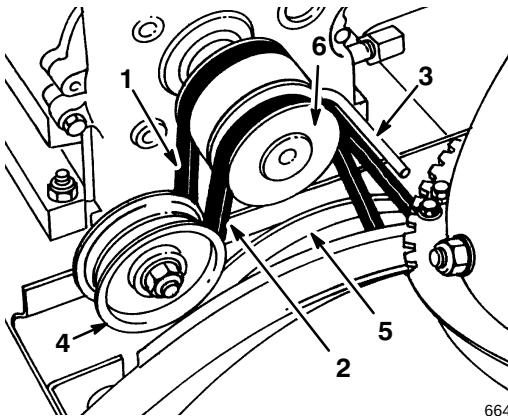

Abbildung 25
3. Die Riemenführung lösen (Abb. 25).
4. Den Antriebsriemen für Spindel-/Gebläserad von der Motorscheibe und der großen Spindel-/Gebläseradscheibe abnehmen (Abb. 25).
5. Einen neuen Riemen über der großen Spindel-/Gebläseradscheibe anbringen (Abb. 25).
6. Den Riemen über die Motorscheibe legen. Dabei darauf achten, daß sich der Riemen an der Innenseite von Führungsrolle und Riemenführung befindet (Abb. 25).
4. Den Antriebsriemen für Spindel/Gebläserad von der Motorscheibe und der großen Spindel-/Gebläseradscheibe abnehmen (Abb. 25).
9. Die Riemenführung lösen (Abb. 25).
10. Den Radantriebsriemen von der Motorscheibe und der großen Radantriebsscheibe entfernen (Abb. 25).
12. Den Riemen über die Motorscheibe legen. Dabei darauf achten, daß sich der Riemen an der Innenseite der Riemenführung befindet (Abb. 25).
17. Den Antriebsriemen für Spindel-/Gebläserad an der großen Spindel-/Gebläseradscheibe und an der Motorrolle anbringen. Dabei darauf achten, daß sich der Riemen an der Innenseite von Führungsrolle und Riemenführung befindet (Abb. 25).